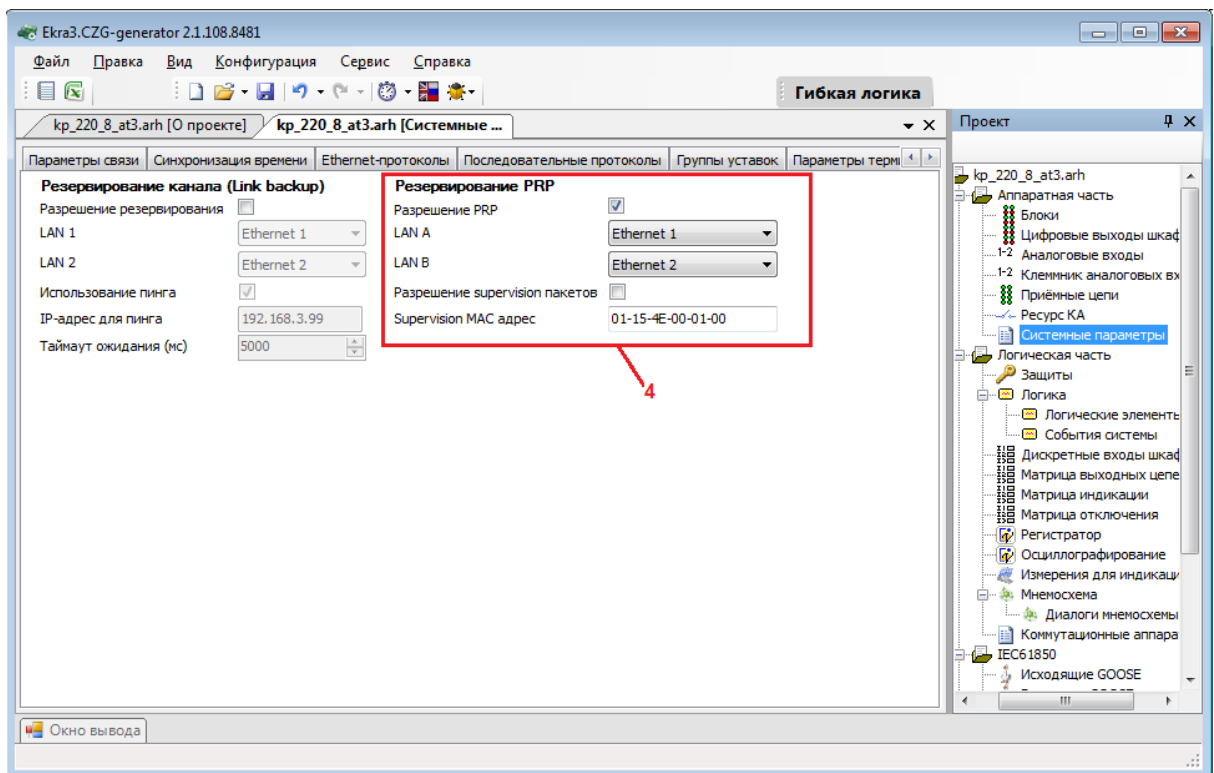

Рисунок 2.66
- выбрать «LAN A» (основной интерфейс) и «LAN B» (резервный интерфейс) (см. рисунок 2.66, обозначение 4);